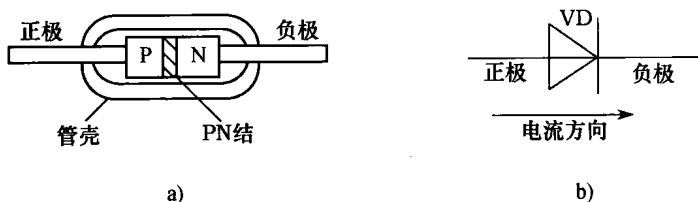

图 1—4 晶体二极管的结构和图形符号
(1) 二极管的结构和符号。晶体二极管的基本结构如图 1—4a 所示。采用掺杂工艺，使硅或锗晶体的一边形成 P 型半导体区，另一边形成 N 型半导体区，在它们的交界面就形成 PN 结。将 PN 结用外壳封装起来，并加上电极引线就构成了晶体二极管。二极管在外壳上都印有标志，以便区分正负电极，从 P 区引出的电极为正极，从 N 区引出的电极为负极。晶体二极管具有单向导电的性质，在电子电路中有着广泛的应用。